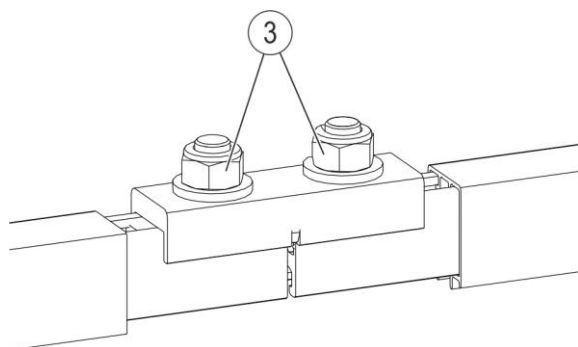

Fig. 78 : Serrer les écrous M10/M12
- Monter l'élément de liaison (pos. 1) avec des cosses à encoche (pos. 5), comme le décrit le chapitre 6.4.3.4, en le serrant au couple prescrit (clé de 13, clé dynamométrique **10 Nm** pour les écrous en acier inoxydable, **12 Nm** pour les écrous galvanisés) (voir Fig. 78 et suivants).